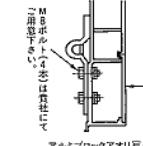

図14
b. アルミブロックアオリ戸の裏板に固定して下さい(貴社にてM8ボルト4本をご用意下さい。ナットバネ座金は付属品を流用できます)。アオリプラケット固定後、アオリ戸のインナーカバーをつけて下さい(図14参照)。